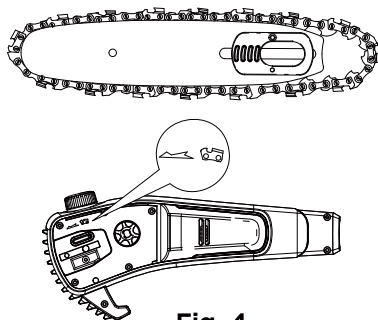

Fig. 4
2. Faites glisser la chaîne dans la fente autour du guide-chaîne, en vérifiant que la chaîne est installée dans le bon sens de rotation. (Fig. 4)